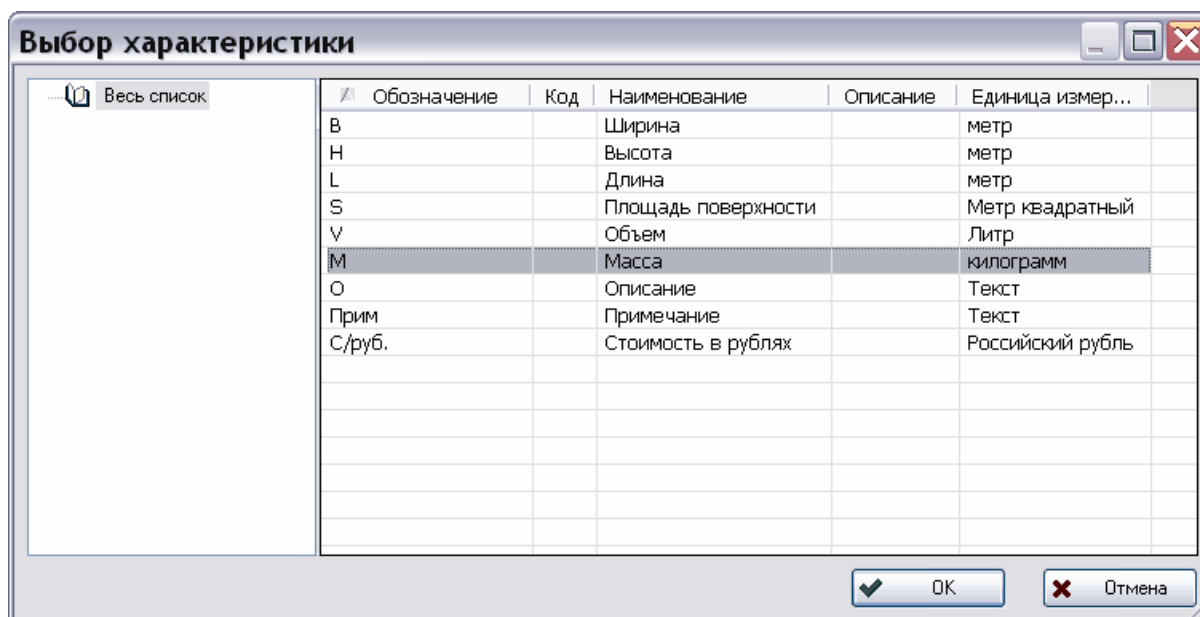

Рис. 12
3. В появившемся окне **Выбор характеристики** выделите характеристику, например, с наименованием «Масса» (Рис. 12).